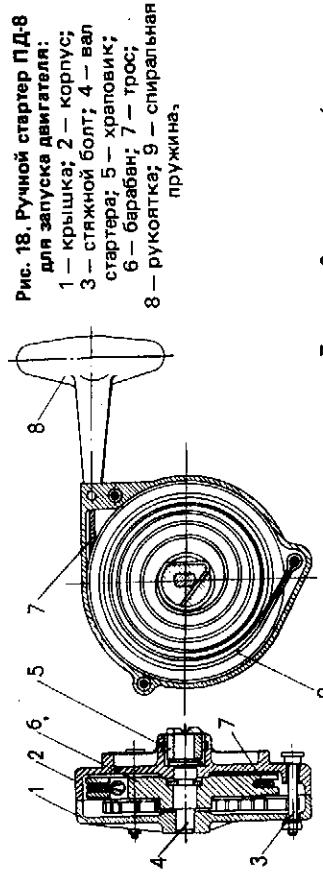
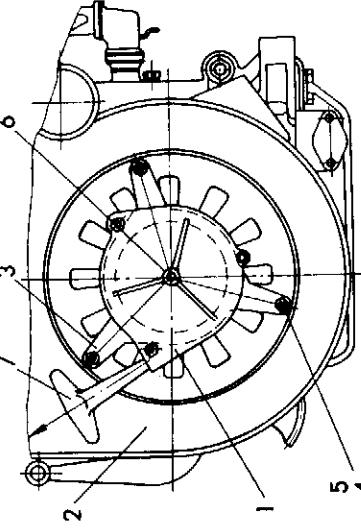

Рис. 18. Ручной стартер ПД-8 для запуска двигателя:
Рис. 19. Схема установки стартера ПД-8 на двигатель:
6.3.2. Стартер состоит из корпуса 2 и крышки 1, снятых болтами 3 (рис. 18). В расточках корпуса и крышки установлен вал стартера 4 в сборе с храповиком 5. На лысках вала стартера посажен барабан 6, на который натянут трос 7. Один конец троса закреплен непосредственно на барабане, а второй выведен наружу и соединен с рукояткой запуска 8. Для возвращения барабана в исходное положение служит пружина 9, один конец которой закреплен на болту, стягивающем корпус стартера с крышкой, а второй – установлен в прорези барабана.
6.3.3. Для установки стартера 1 (рис. 19) на мотоблок служит кронштейн 3, закрепленный на кожухе двигателя с помощью трех болтов 4, приваренных к своим головками к мотоблоку 2.
6.3.4. Для приведения стартера в рабочее положение вставьте его посадочным пояском в отверстие кронштейна 3 и поверните по часовой стрелке (вверх) до упора болтов стартера 1 в кронштейн 3. После этого проверьте зазор между храповиком стартера 5 (рис. 18) и храповиком двигателя, который должен быть в пределах 2 мм. Если зазор будет больше или меньше 2,0 мм, отрегулируйте его гайкой 5 (рис. 19). При этом следите, чтобы кронштейн после регулировки был параллелен плоскости кожуха вентилятора.